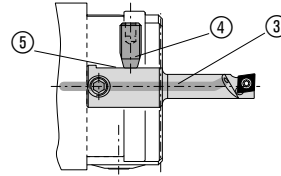

Fig. 2
**Recommandation générale pour fixation, porte plaquettes et corps crantés et coulisseaux à face striée: Voir figures 2, 3, 4, 5.**
**Porte plaquette (Fig. 2)**